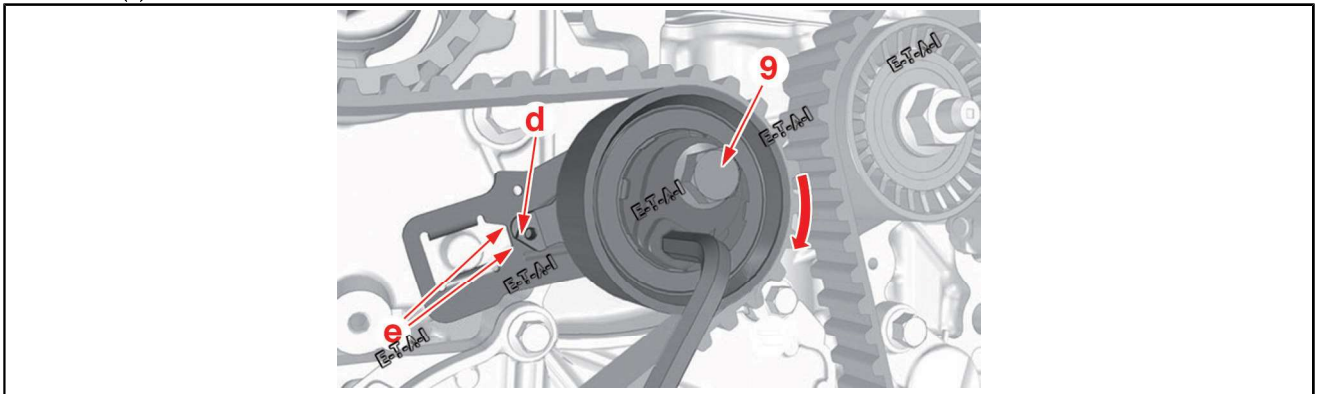

Fig.6
- Amener l'index (d) du galet tendeur au centre de l'intervalle (e), en tournant dans le sens antihoraire(Fig.6).
- Serrer la vis (9).
- Desserrer la vis (9).
- Vérifier le positionnement de l'intervalle (d)(Fig.6).